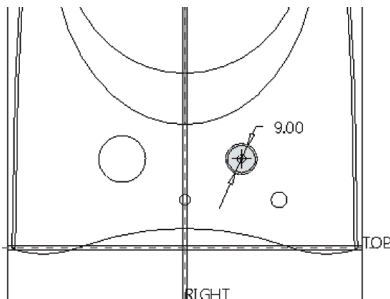

图 12-117 绘制圆截面
4) 单击  (同心圆) 按钮，选定圆参考来绘制图 12-117 所示的一个圆截面。单击  (确定) 按钮。